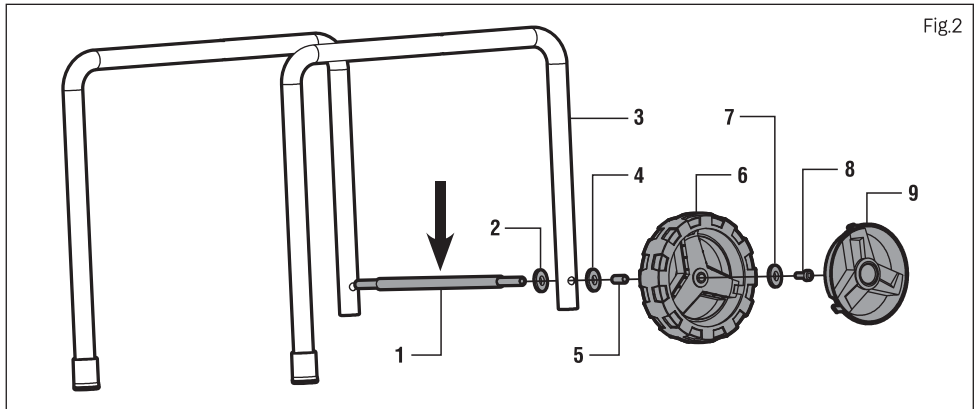

Fig.2
- Placez une rondelle de 9 mm (Fig. 2-2) à l'extrémité de l'axe de la roue et faites glisser l'axe à travers le trou du pied de support (Fig. 2-3) comme indiqué à la Fig. 2.
- Fixez la roue sur l'essieu à l'aide d'une rondelle de 6 mm (Fig. 2-7) et d'un écrou hexagonal (Fig. 2-8). La clé hexagonale fournie peut être utilisée pour serrer le matériel. Pour empêcher l'essieu de tourner pendant que vous serrez les vis, insérez un tournevis (non fourni) dans le trou situé au milieu de l'essieu (Fig. 2 - Flèche).